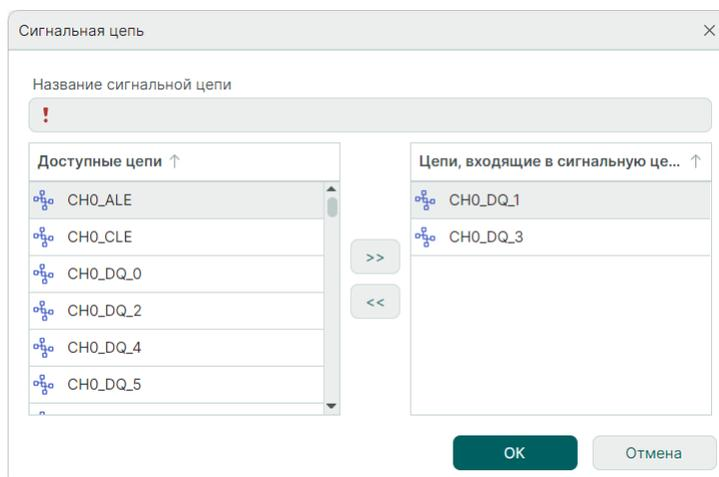

Рис. 354 Назначение сигнальной цепи
3. В окне «Сигнальная цепь» в списке «Цепи, входящие в сигнальную цепь» отображаются предопределенные цепи, см. Рис. 354.